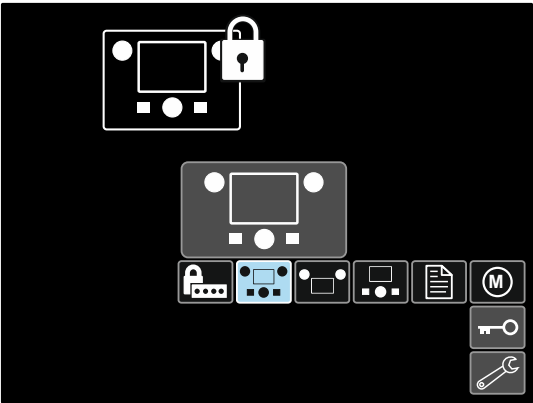

Figura 44
- Utilice la mando de control [11] para destacar el elemento que será bloqueado, por ejemplo, todos los componentes de la interfaz – vea la Figura 44.